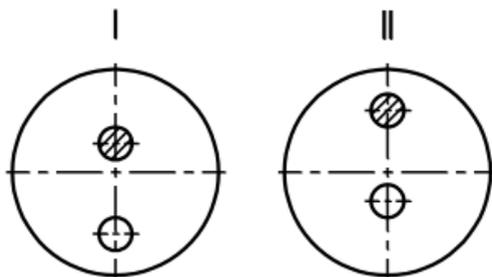

Рис. 3. Схема регулировки статического момента
4.4. Для регулирования величины вынуждающей силы вибратора дебалансы на обоих концах вала выполнены двойными. Дебалансы, расположенные ближе к двигателю, соединены через шпонку с валом ротора. Дебалансы, расположенные ближе к концу вала, являются поворотными относительно вала. Регулирование осуществляется путем изменения взаимного расположения дебалансов на обоих концах вала (рис. 3, п. 6.5)